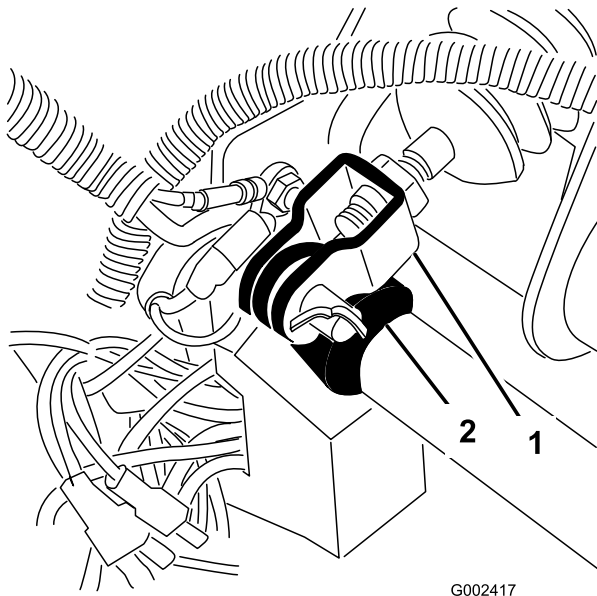

Bild 67
1. Nehmen Sie den Splint und Lastösenbolzen ab, mit dem das Hauptzylinderjoch am Bremspedalgelenk befestigt ist (Bild 67).
3. Lösen Sie die Sicherungsmuttern, mit denen das Joch an der Hauptzylinderwelle befestigt ist (Bild 67).